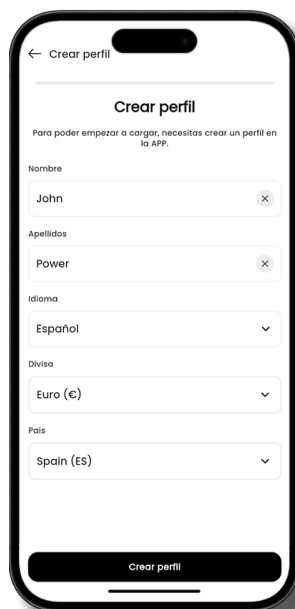

Figura 27: Criar perfil.
1.- Formulário para criar um perfil, Figura 27.